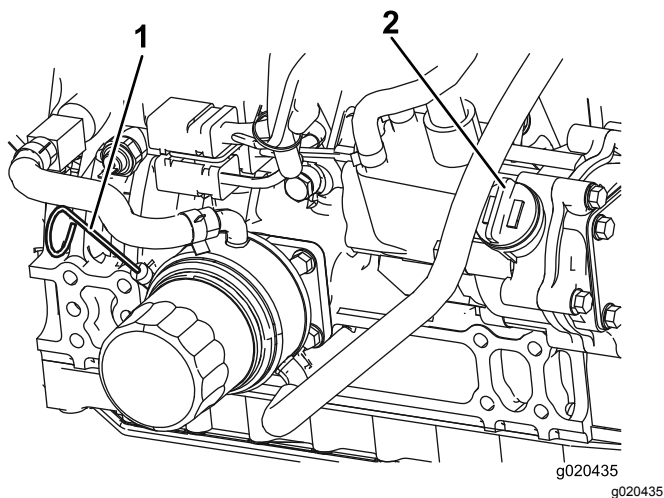

Figura 8
3. Retire a vareta, limpe-a, coloque-a no tubo e volte a retirá-la em seguida. O nível de óleo deverá atingir a marca FULL (Figura 8).
4. Se o nível de óleo se encontrar abaixo da marca FULL, deverá retirar a tampa de enchimento (Figura 8) e adicionar óleo até o nível atingir a marca FULL. **Não encha demasiado.**